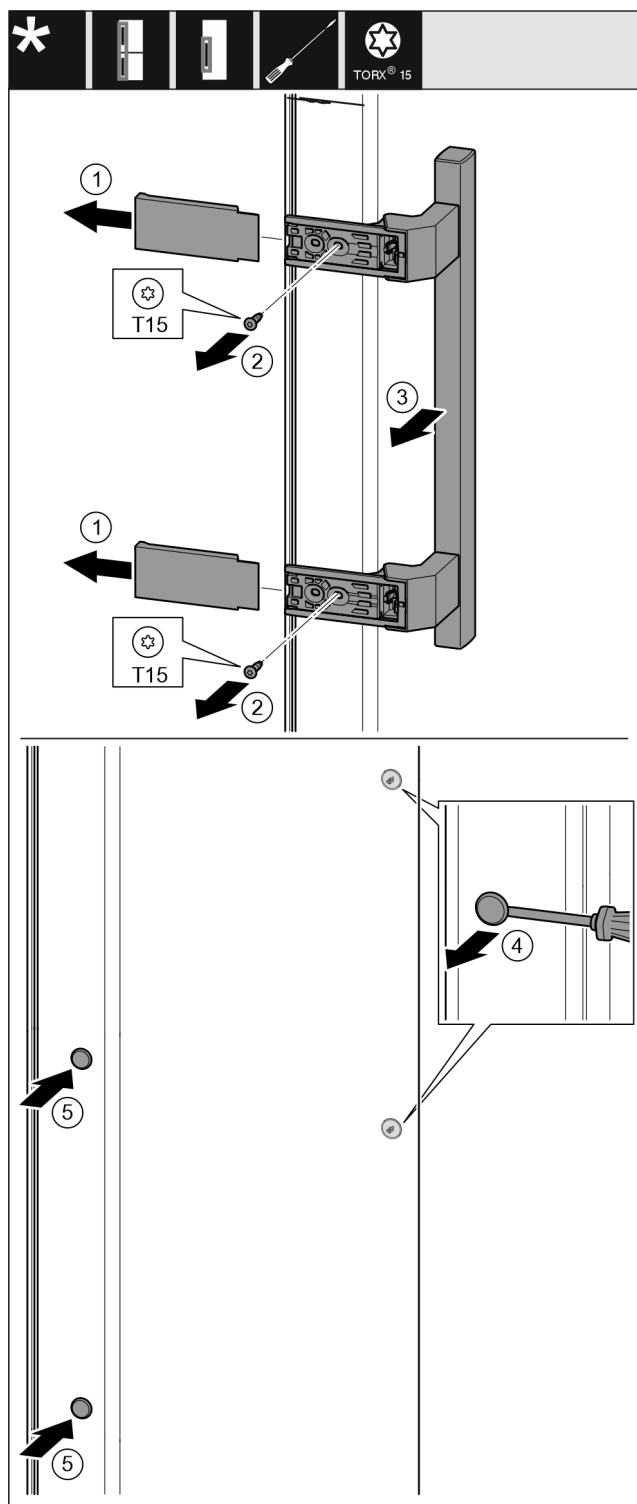

Fig. 13
- ▶ Stáhněte kryt. Fig. 13 (1)
- ▶ Šroubovákem T15 vyšroubujte šrouby. Fig. 13 (2)
- ▶ Sejměte madlo. Fig. 13 (3)
- ▶ Postranní zátku opatrně nadzvedněte plochým šroubovákem a vytáhněte. Fig. 13 (4)
- ▶ Zátku opět vložte na druhou straně. Fig. 13 (5)